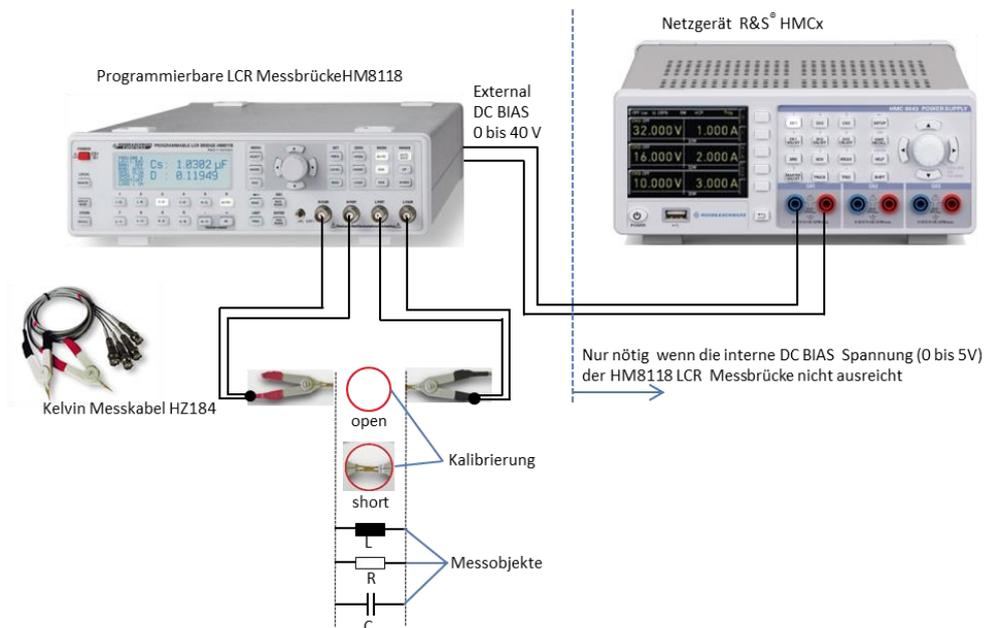

Bild 2-1: Bauteilmessung mit der HM8118 LCR Messbrücke
- Kondensator zwischen die rote (+) und schwarze (-) Anschlussklemme von HZ184 anschließen (Bild 2-1). Achtung: Bei unipolaren Kondensatoren unbedingt die Polarität beachten!
dann der Messwechselfspannung überlagert. Die interne BIAS Spannung beträgt maximal 5V und wird in 10 mV Schritten eingestellt. Ist diese Spannung nicht ausreichend wird über eine externe Spannungsversorgung eine DC BIAS Spannung von bis zu 40 V eingespeist (Bild 2-1). Dazu muss die Konstantspannung (CST V) eingeschaltet sein. Dazu Taste *SELECT* drücken und im Menü *SETUP* mit dem Drehrad auswählen. Mit Druck auf das Drehrad *CST V* aktivieren und mit Drehrad *ON* einstellen. Taste *ESC* drücken.
- Spule zwischen die rote (+) und schwarze (-) Anschlussklemme von HZ184 anschließen (Bild 2-1).
- Widerstand zwischen die rote (+) und schwarze (-) Anschlussklemme von HZ184 anschließen (Bild 2-1).